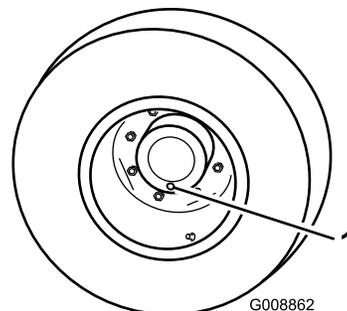

図 44
1. 平らな場所で、ホイールの点検/ドレンプラグ 図 44 が一番下時計の6時の位置に来るように停止させる。